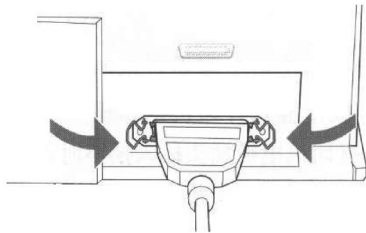

图 2-39 用线夹扣牢电缆端口
- ② 用打印机的两个线夹牢牢扣住电缆端口。牢固的电缆连接有助于防止计算机和打印机之间的通信出现问题，如图 2-39 所示。